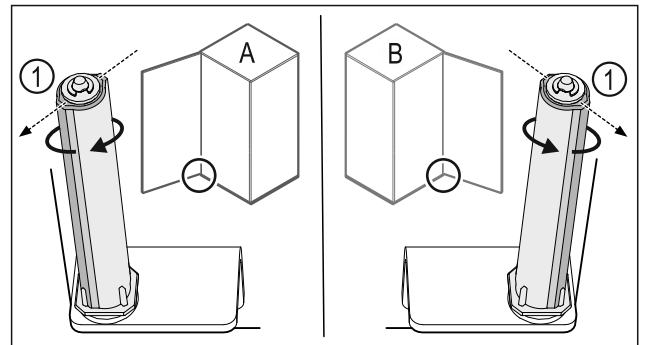

Fig. 43 Atidarymas į kairę (A) / atidarymas į dešinę (B)
- ▶ Sukite uždarymo sistemą, įveikdami pasipriešinimą, kol uždarymo sistemos pertvara Fig. 43 (1) bus nukreipta į išorę.